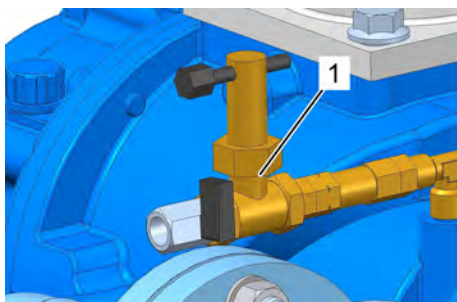

Рис. 32: Шаровой кран
4. ➤ Закройте шаровой кран (Рис. 32/1) в шлангопроводе между насосом и компрессором.
13. ➤ Откройте шаровой кран (Рис. 32/1) в шлангопроводе между насосом и компрессором.